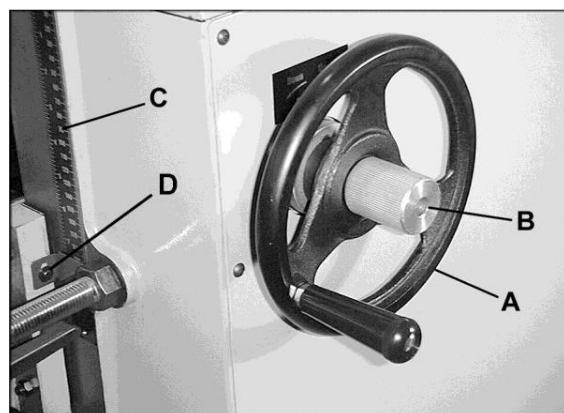

Рис. 4
Глубина строгания контролируется подъемом-опусканием стола. Это делается при помощи маховика (A), см. рис. 4.
1. Ослабьте фиксатор (B, рис. 4).
- Затяните фиксатор (B, рис. 4).
- Указатель (D, рис. 4) можно немного отрегулировать, если потребуется калибровка шкалы.